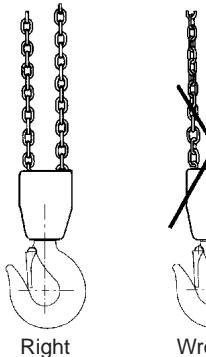

Fig. 5
- La chaîne ne doit pas être vrillée ou tordue. Les palans à deux brins (6 t) sont exposés à un risque de torsion de chaîne si l'assemblage du crochet inférieur se termine en boucle à travers l'élingue de la chaîne – généralement au cours du réajustement ou du déplacement du palan entre les postes de travail. Voir Fig. 5.